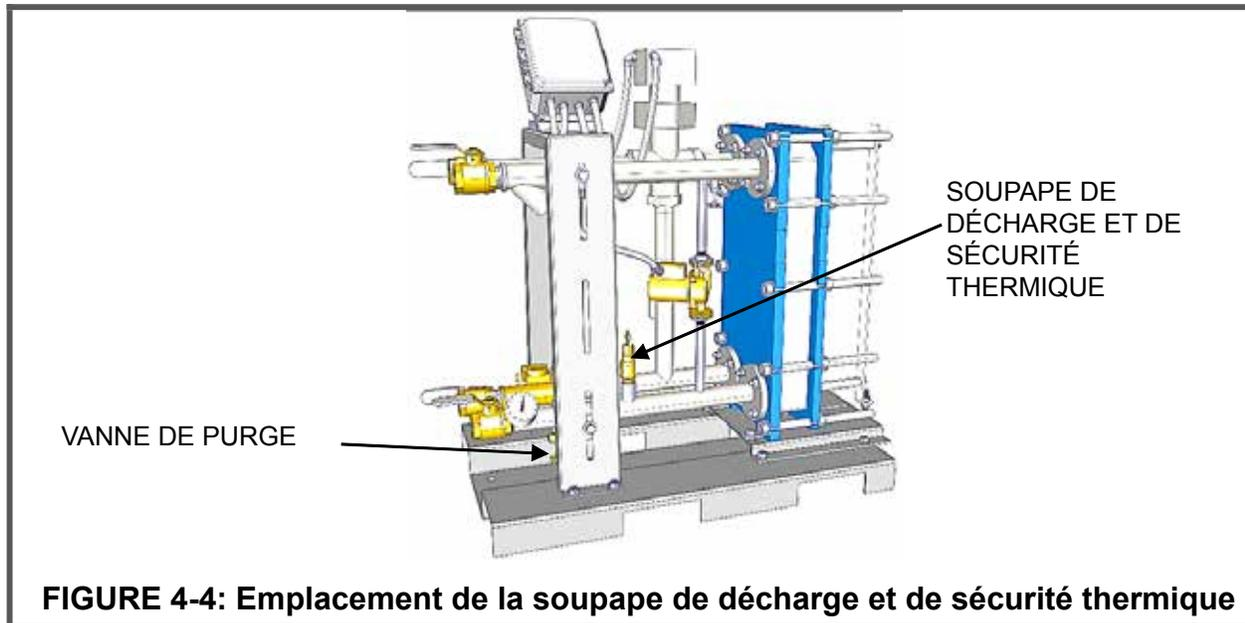

FIGURE 4-4: Emplacement de la soupape de décharge et de sécurité thermique
- 3) Dévisser et retirer la soupape de décharge et de sécurité thermique de son emplacement (fig. 4-4).